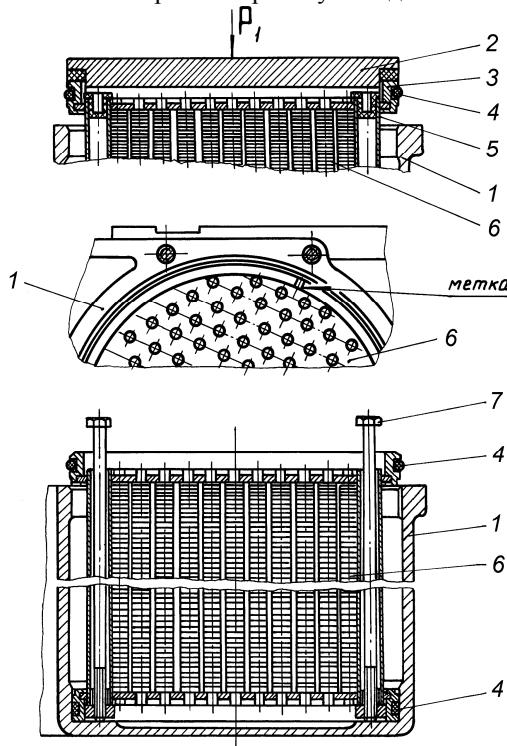

Рис. 15. Охладитель наддувочного воздуха:
- 3 Вынуть резиновые заглушки 5 в верхней части охлаждающих элементов 6 и через освободившиеся отверстия с помощью специальных болтов 7 (рис. 15) выдавить охлаждающие элементы из корпуса.
- 3 Вставить охлаждающие элементы 6 в корпус 1 охладителя и запрессовать их до упора, прилагая усилие " $P_1$ " через оправку 2, предохранив концы трубок от повреждения. При этом метки на верхних чашках 3 охлаждающих элементов 6 должны быть расположены, как показано на рис. 15.